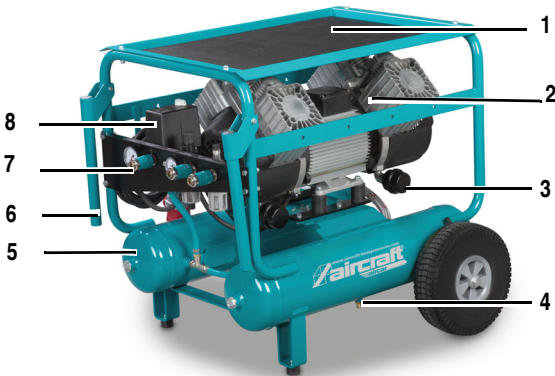

Abb. 7: AIRCAR 440 OF PRO
Lassen Sie den Kompressor beim Erststart ungefähr zehn Minuten lang laufen, wobei die Entwässerung (4) Abb. 7, geöffnet ist.
Lassen Sie das Kondenswasser ab, indem Sie die Ventile an der Unterseite der Behälter öffnen (4) Abb. 7.
Bauen Sie den Ansaugfilter (3) Abb. 7, aus und wechseln Sie ihn aus (wenn er beschädigt ist) bzw. reinigen Sie das Filterelement.